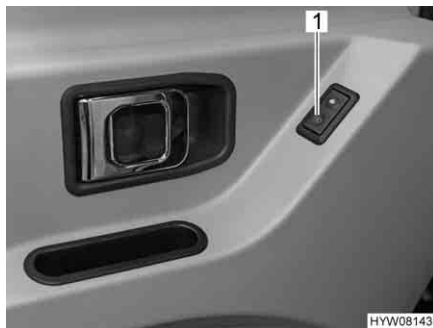

Fig. 15 Interruttore per l'alzacristalli elettrico nella porta conducente
*Apertura e chiusura:* ■ Premere l'interruttore (Fig. 15,1).